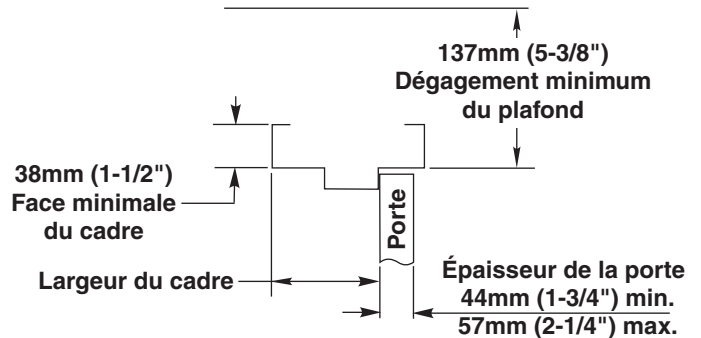

Figure 1
Se familiariser avec les composants et les fixations de l'opérateur. Il est recommandé de conserver les composants dans leur boîte jusqu'à leur installation. Vérifier qu'il y a un dégagement minimum au plafond pour l'installation de l'opérateur avant de procéder. (Figure 1)
1. S'assurer que la largeur du cadre est de 67mm à 171mm (2-5/8" -6-3/4"). (Figure 1)